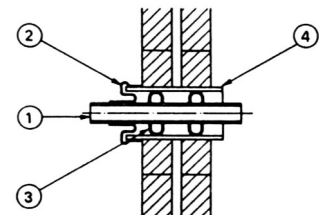

Fig. 14
3.6.4.1 Murgennemføring af ledninger under terræn skal udføres med beskyttelsesrør, således at gennemføringen er vandtæt og gastæt, eksempelvis som angivet i fig. 14.